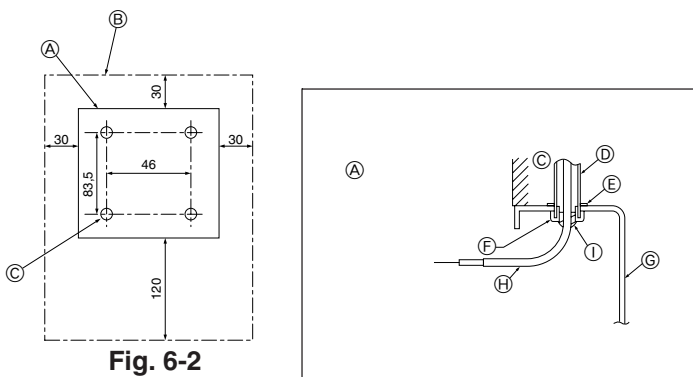

Fig. 6-2
(1) Vælg monteringssted for fjernstyringen. (Fig. 6-2)